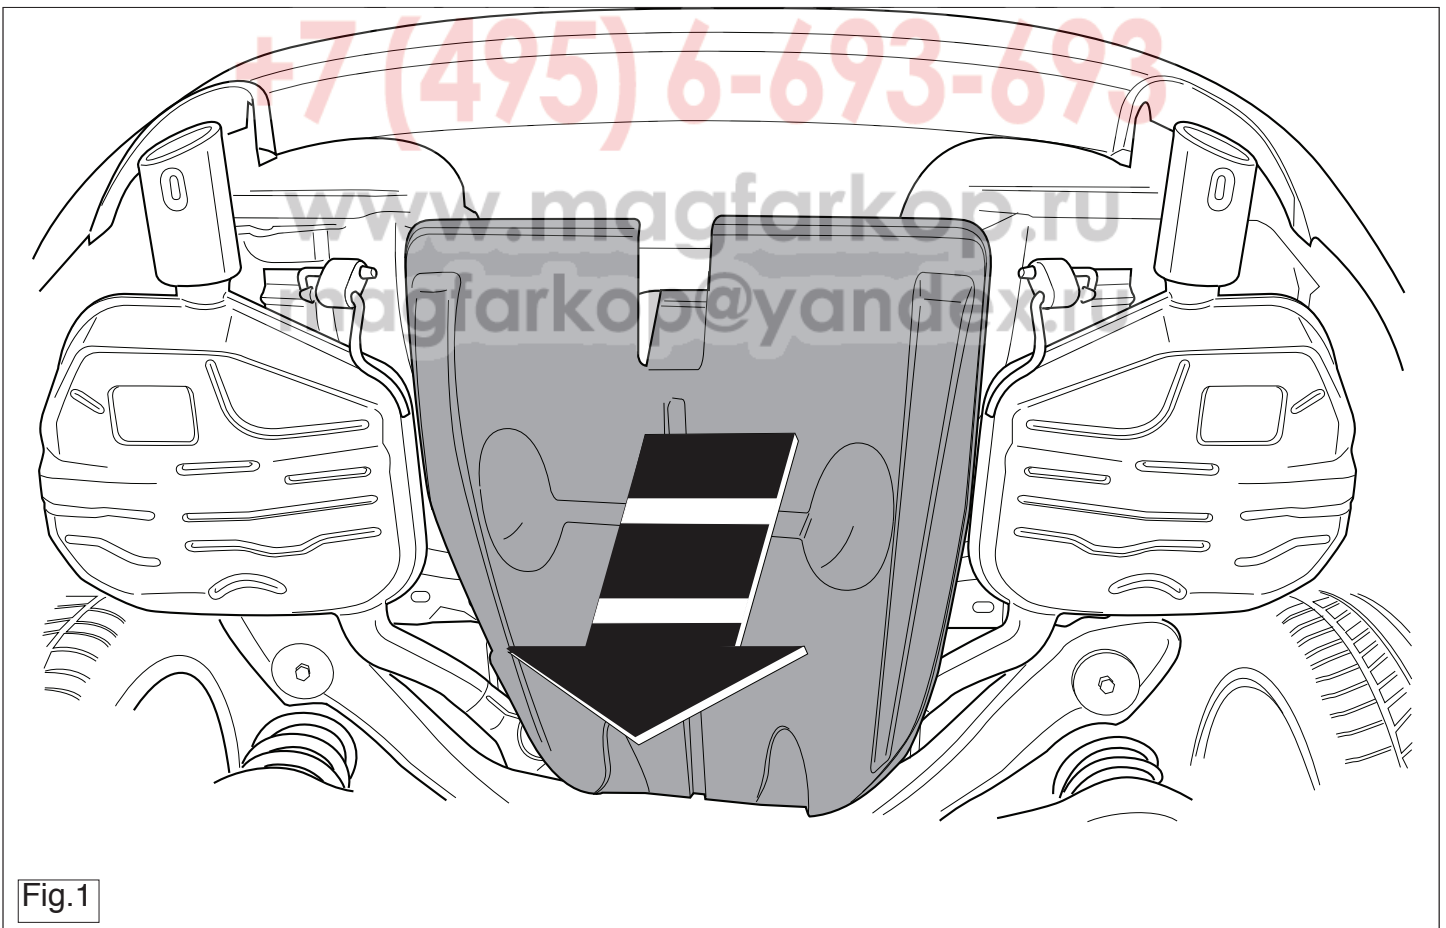

Fig.1
1. Demonter, om de findes, kunststof dækkepladen midt på undersiden. Se fig. 1.
- Zdemonstrować, gdy obecny, od spodu w części środkowej płyty osłony nową z tworzywa sztucznego. Patrz rysunek 1.
1. Zdemonstrować, gdy obecny, od spodu w części środkowej płyty osłony nową z tworzywa sztucznego. Patrz rysunek 1.